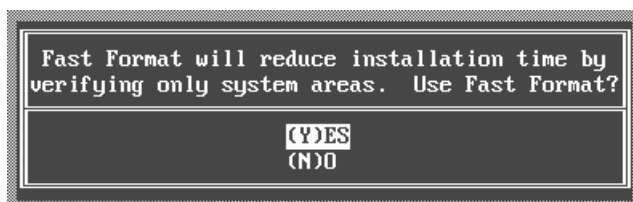

图 3-61 提示格式化
接下来是提示窗口，询问你是否进行快速格式化，除非你的硬盘有问题，建议选择“(Y) ES”，如图 3-61 所示。